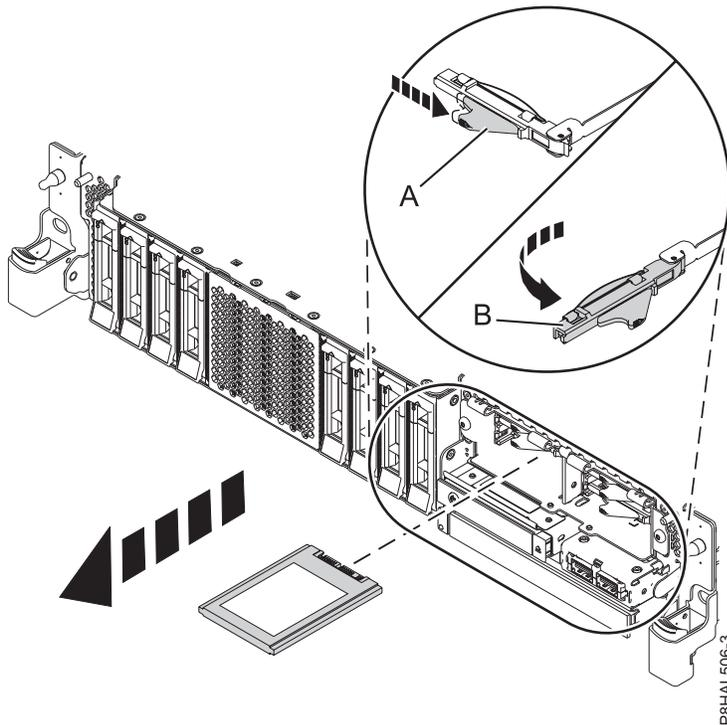

Figure 65. Retrait d'une unité SSD d'un système à fonction étendue
14. Lorsque le voyant d'identification s'allume et reste fixe, déverrouillez la poignée de la baie d'unité **(B)** en appuyant sur le loquet de la poignée **(A)** dans la direction indiquée et en tirant la poignée de la baie d'unité **(B)** vers vous. Voir : figure 65. Si la poignée n'est pas complètement sortie, vous ne pouvez pas retirer l'unité SSD du système.